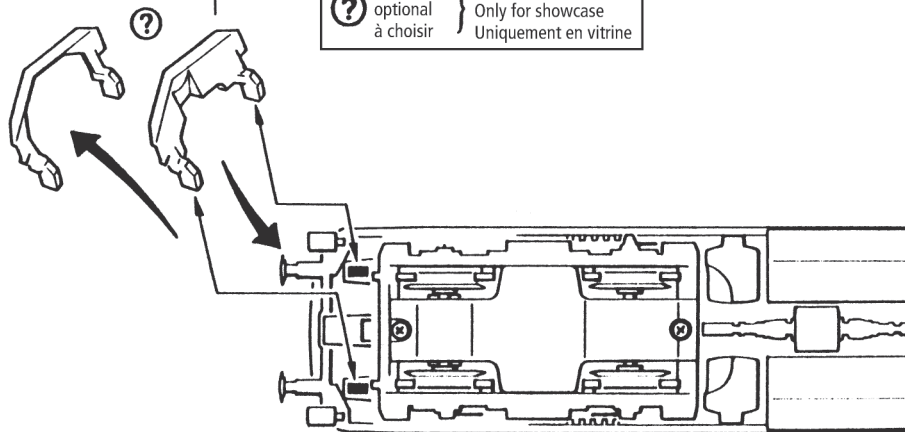

Fig. 3
**Mehrzugbetrieb:** Zuerst Lokgehäuse abnehmen (Fig. 3). Danach den Brückenstecker aus der Schnittstelle entfernen (diesen sorgsam aufbewahren). Danach den Stecker des Decoders lagegerecht einsetzen (Fig. 6).
**2. Schmierung:** Versehen Sie die im Schmierplan in Fig. 7 gekennzeichneten Stellen mit nur **kleinen Öltropfen**. Dazu zuerst das Lokgehäuse abnehmen (Fig. 3). Wir empfehlen den ROCO **Öler Art.-Nr. 10906**. Fürs Schmieren der Getriebeteile (Zahnräder, Schnecke) empfehlen wir das **ROCO-Spezialfett Art.-Nr. 10905**. Im Falle der Schmierung diese Teile **nicht ölen**.
**4. Motorwechsel:** Lokgehäuse abnehmen (Fig. 3). Danach wird der Motor ausgebaut und ausgetauscht (Fig. 9).
**2. Lubrication:** Apply **tiny oil drops** to spots marked in fig. 7. Prior to lubrication dismantle locomotive (fig. 3). We recommend using item no. **10906, ROCO oiler**. For lubrication the gearparts (e.g. cogwheels, worm) we would recommend our ROCO **special grease** (item no. **10905**).
**4. Motor Changing:** First remove loco body (fig. 3), and then the motor (fig. 9).
**2. Graissage:** N'appliquez **qu'une toute petite goutte** aux endroits indiqués par le plan de graissage (fig. 7) après avoir démonté la caisse de la locomotive (fig. 3). Nous vous recommandons **le graisseur à huile ROCO réf. 10906**. Pour graisser les engrenages (roues dentées, vis sans fin) nous vous conseillons la **graisse spéciale ROCO réf. 10905** pour engrenages en matières synthétiques. Lorsque vous utilisez cette graisse il faut éviter d'huiler ces composants.
**4. Remplacement du moteur:** Démontez la caisse (fig. 3). Démontez ensuite le moteur (fig. 9).